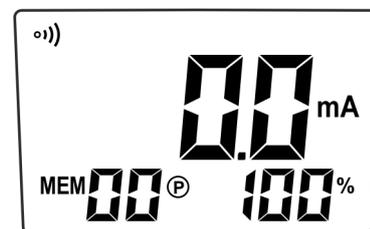

Fig. 24
2. Lo strumento mostra il messaggio “**OL Ω**” a display, in quanto si configura automaticamente per la misura di resistenza. Eseguire una breve pressione del tasto **▲▲** per entrare nel modo di misura della corrente. Viene mostrata la videata di Fig. 24.